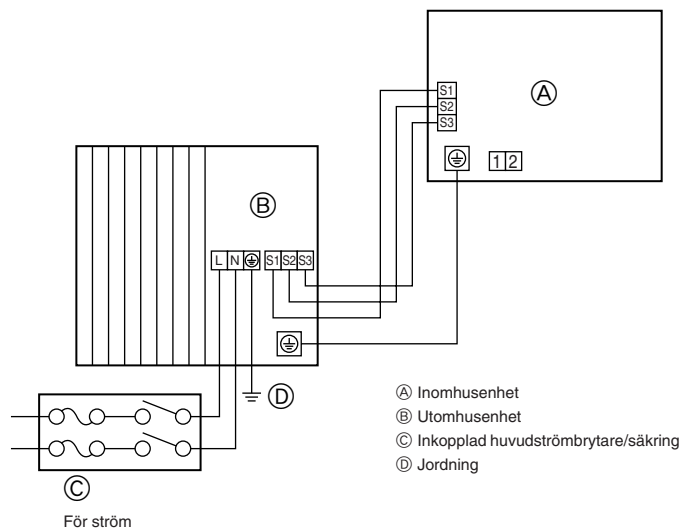
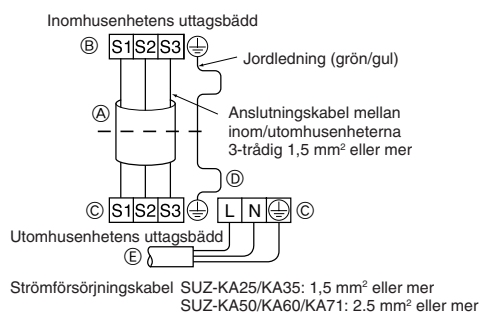
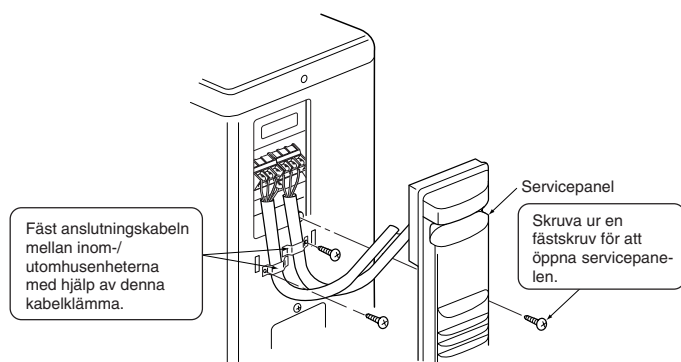
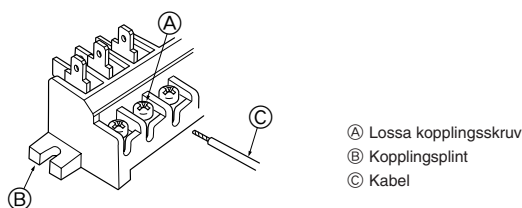

Fig. 6-1
Fig. 6-2
Fig. 6-3
Fig. 6-4
6.1. Utomhusenhet (Fig. 6-1, Fig. 6-2, Fig. 6-3, Fig. 6-4)
- ① Ta bort servicepanelen.
- ② Anslut kablar med hänvisning till Fig. 6-1, Fig. 6-2, Fig. 6-3 och Fig. 6-4.
- Utför ledningsdragningen enligt diagrammet till vänster. (Köp in kabeln lokalt) (Fig. 6-2)
- Var försiktig så att du inte ansluter kablar fel. (Fig. 6-4)